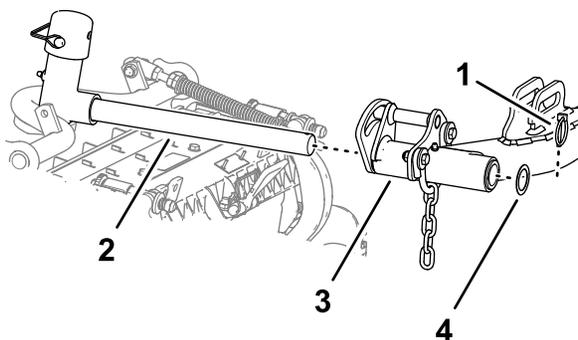

Figura 22
5. Deslize a unidade de corte sob o braço de elevação (Figura 22).